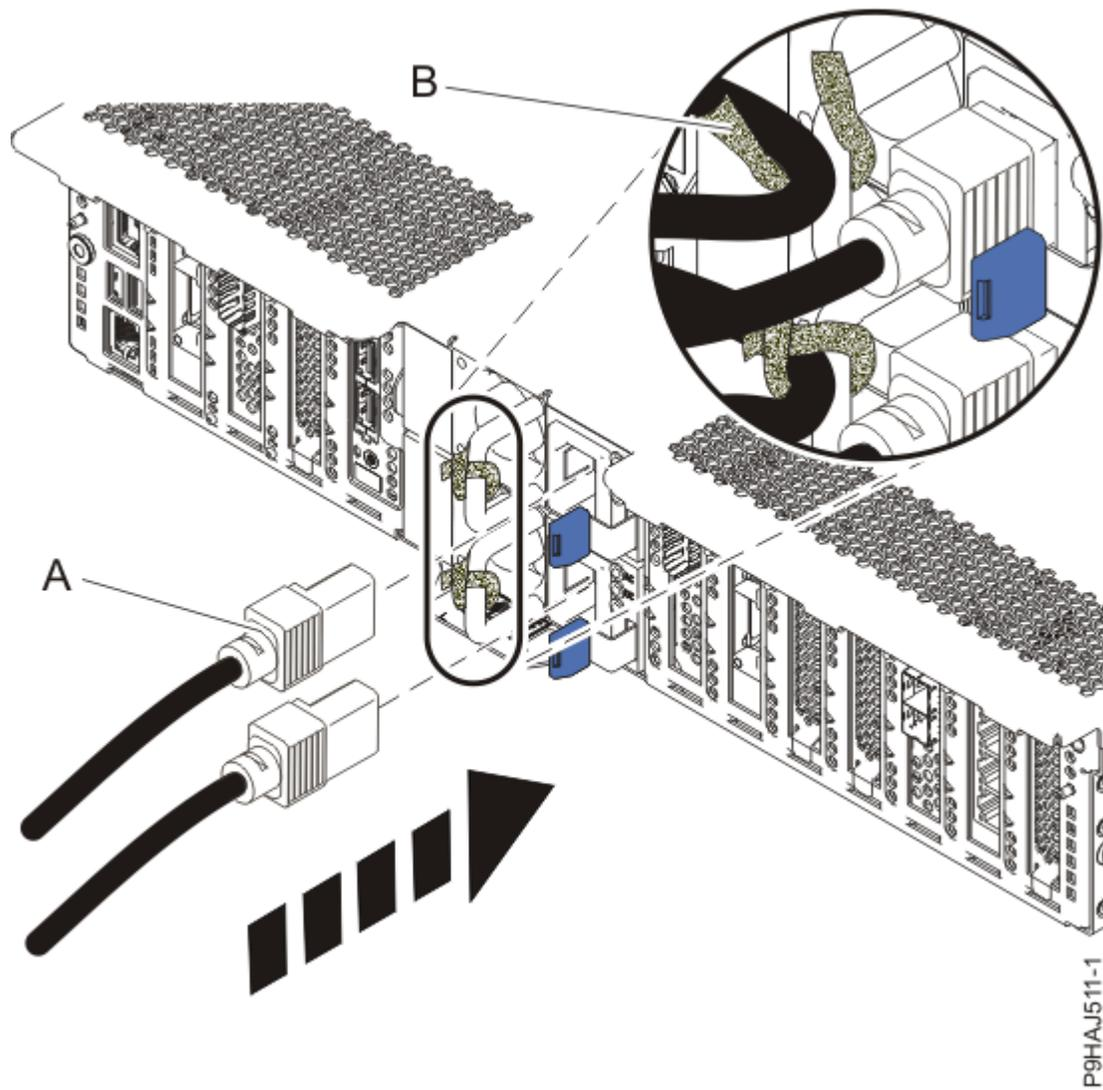

Figura 16. Ligar os cabos de alimentação
7. Através da utilização dos rótulos, volte a ligar os cabos de alimentação **(A)** à unidade de sistema. Fixe os cabos de alimentação ao sistema ao utilizar as presilhas **(B)** conforme apresentado em Figura 16 na página 18.